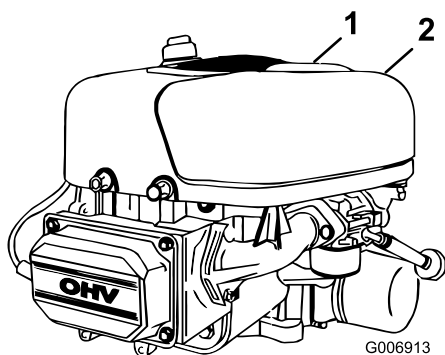

Figure 21
6. Tirez la poignée du couvercle du filtre à air et tournez-la vers le moteur (Figure 21).